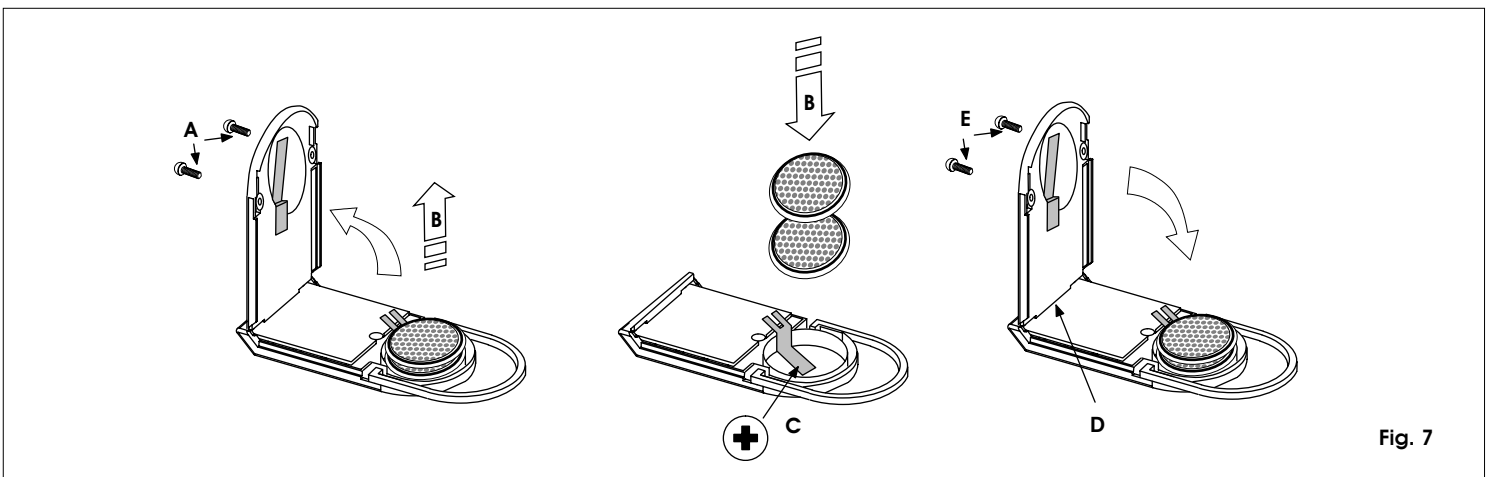

Fig. 7
- Abra el Tx destornillando el tornillo situado en la parte trasera (fig.7 ref.A).
- Sustituya las dos pilas de 3V al litio mod. CR2032, introduciéndolas en el vano (fig.7 ref.B) y respetando la polaridad, como se indica en la fig.7 ref.C.
- Acople la base en el cárter (fig.7 ref.D) antes de cerrar, seguidamente fije con el tornillo (fig.7 ref.E).
- Das Sendegerät öffnen, indem die Schraube auf der Rückseite abgeschraubt wird (Abb.7 Bezug.A).
- Die beiden Lithium-Batterien mit jeweils 3V Mod. CR2032 austauschen. Die neuen Batterien polaritätsrichtig (Abb.7 Bezug.B) in das Batteriefach einlegen, wie in Abb. 7 Bezug.C dargestellt.
- Das Gestell ins Gehäuse stecken (Abb.7 Bezug.D), bevor dieses wieder geschlossen wird. Nachfolgend mit der entsprechenden Schraube befestigen (Abb.7 Bezug.E).